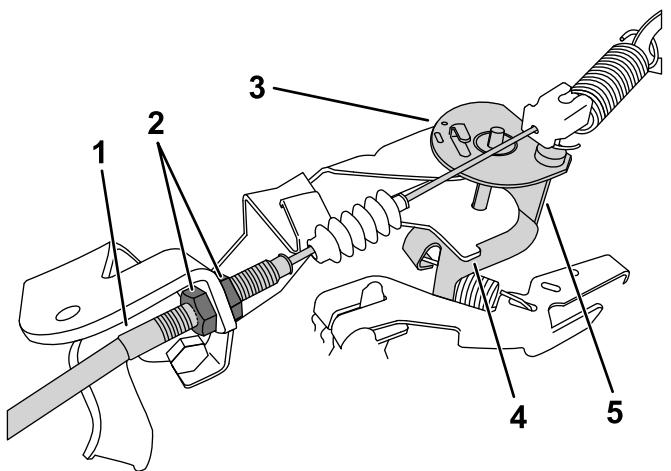

Figura 36
3. Nel cavo dell'acceleratore, allentate il controdado anteriore e serrate il controdado posteriore per aumentare il minimo inferiore (Figura 36).